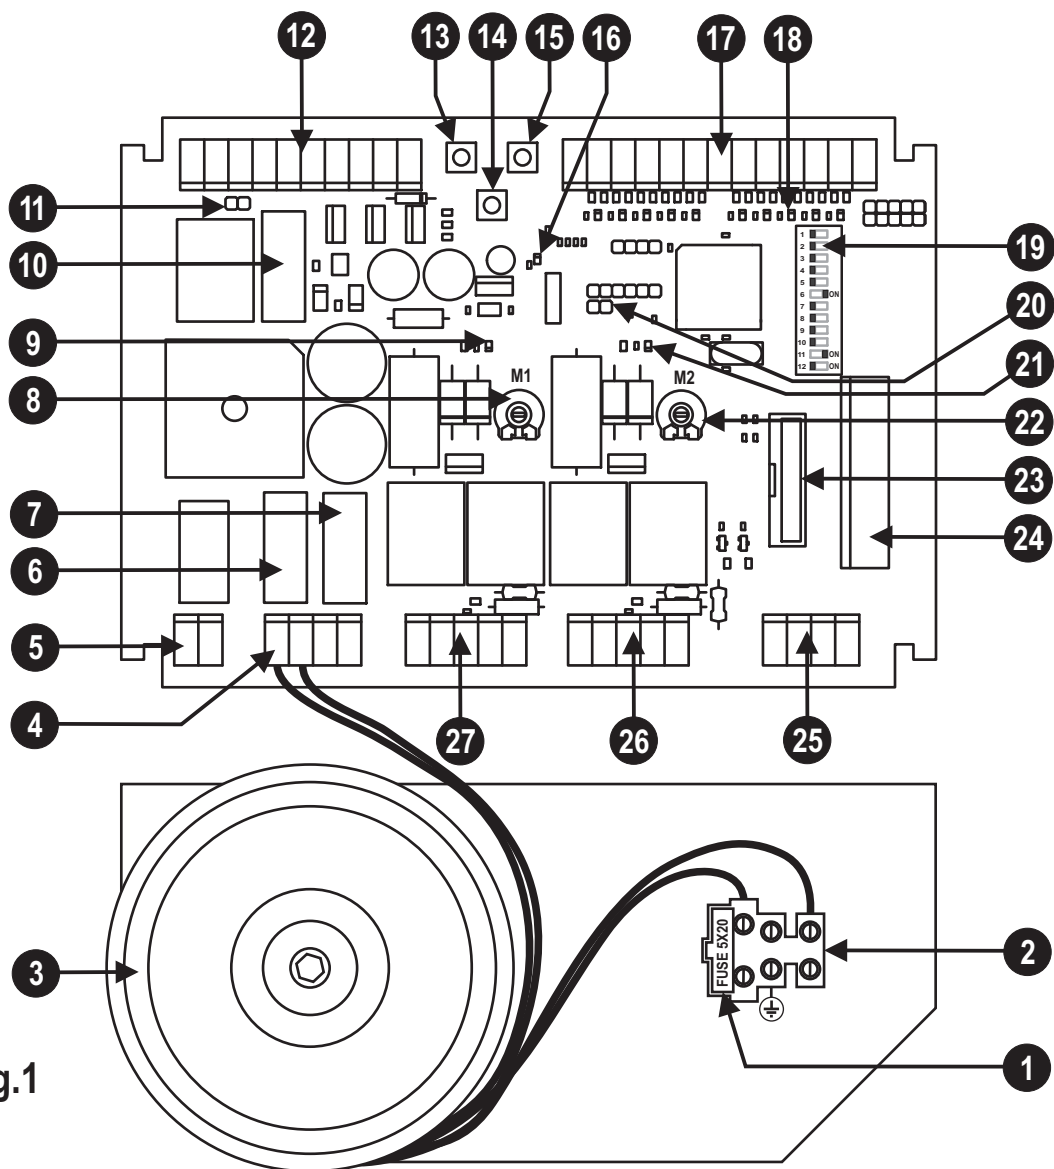

Fig.1
- Conecte el receptor al conector (detalle 23 de fig. 1).
PART DESCRIPTION (Fig. 1)